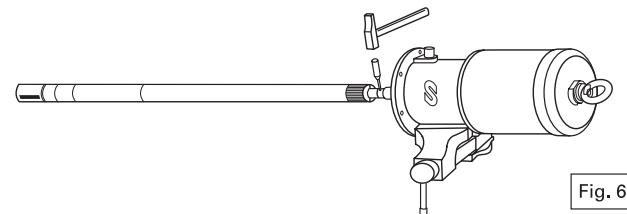

Fig. 6
2. Remove the pin (51) (Fig. 6) and unscrew the rod (52) until it is loose.
2. Quitar el pasador (51) con un botador (Fig. 6) y desenroscar la varilla (52) hasta soltarse.
2. Retirer le goujon (51) à l'aide d'un repoussoir (Fig. 6) et desserrer la tige (52) jusqu'à ce que cette dernière se lâche